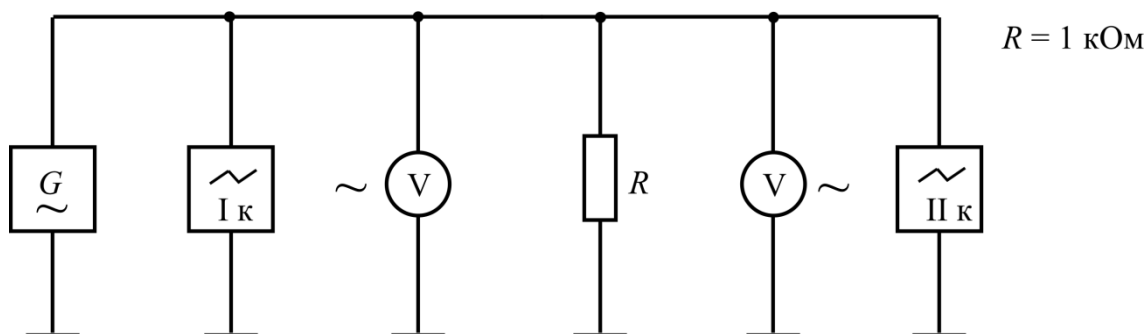

Рис. 1.1
Соберите схему, приведенную на рис. 1.1. проведите настройку измерительных приборов, установив (в режиме синусоидальных колебаний) частоту генератора $f_{Г} = 3 \text{ кГц}$ и действующее значение напряжения на его выходе $U_{Г} = 5 \text{ В}$ с помощью вольтметров **V1** или **V2**.
2.1. ... между точками «1» и «2» (см. рис.1.1) вместо «соединителя»стройте схему (например, «рис.1.2»):